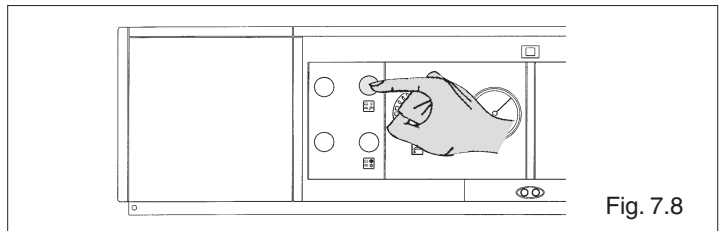

Fig. 7.8
- premere l'interruttore del bollitore e verificare lo spegnimento del led di segnalazione verde (fig. 7.8)